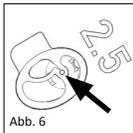

Abb. 6
■ **Abb. 6** Die Glocke der Prothese muss an der Basis der Vertiefung aufsitzen und die Kopfplatte muss ganz in der dafür vorgesehenen Aussparung sitzen, so dass die obere Fläche der Kopfplatte mit der Oberfläche der Sizer Disk abschließt.